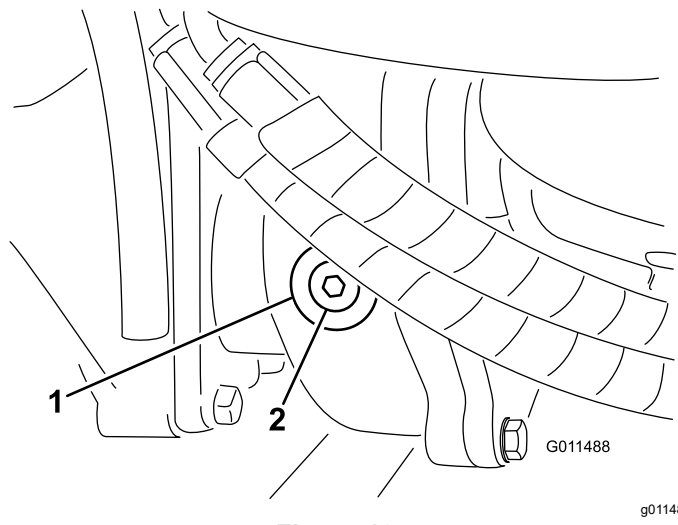

Figura 107
2. Retire el tapón de verificación/llenado del lado izquierdo de la caja de engranajes y asegúrese de que el lubricante llega al borde inferior del orificio (**Figura 107**).